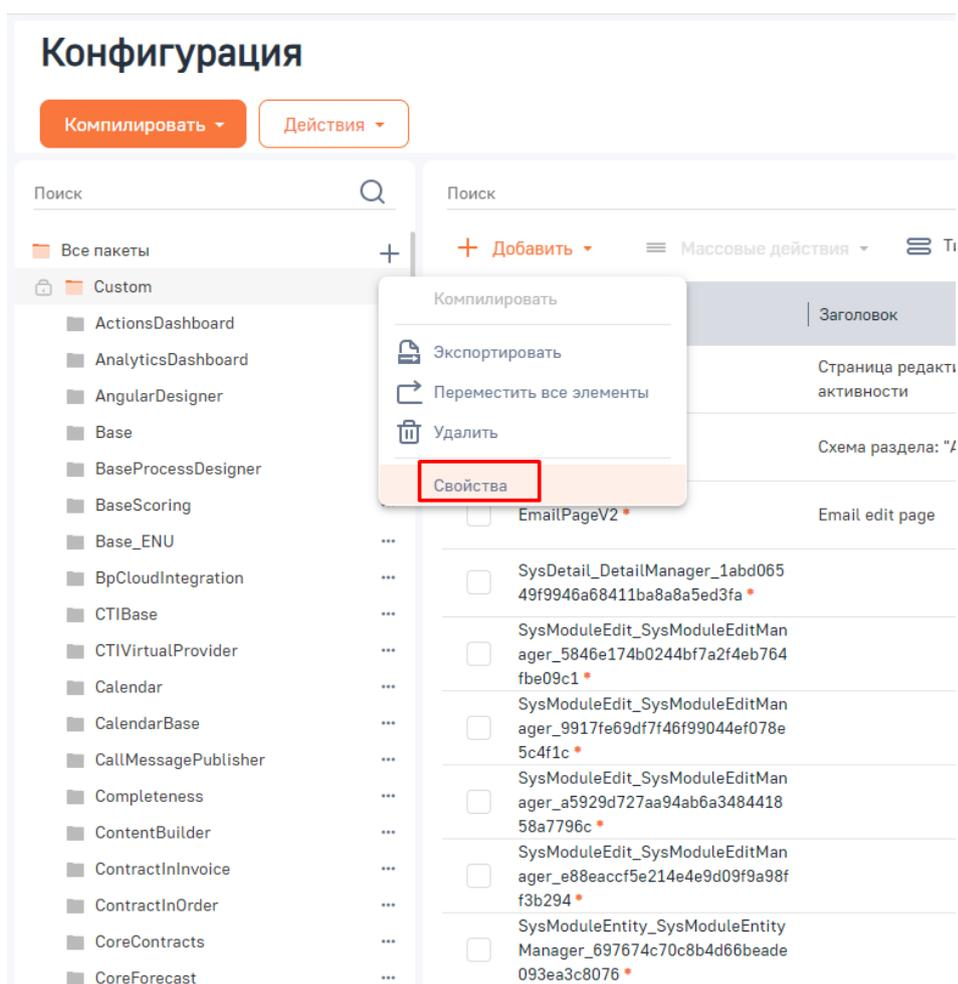

Рис. 1.5. – Выбор пункта «Свойства пакета»
6. В конфигураторе выбрать текущий пакет и нажать «Свойства» (рис. 1.5.).